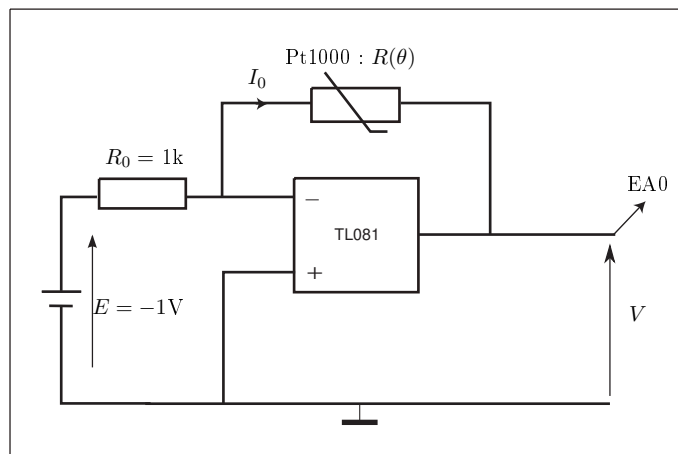

FIGURE 14.2 – Conditionneur d'un capteur Pt1000.
- [☞] Réaliser le montage de la figure 14.2